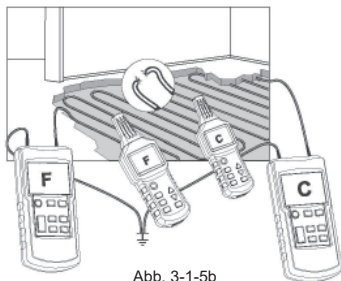

Abb. 3-1-5b
- Schließen Sie beide Transmitter (falls zwei Transmitter genutzt werden) wie in Abb. 3-1-5b dargestellt an.